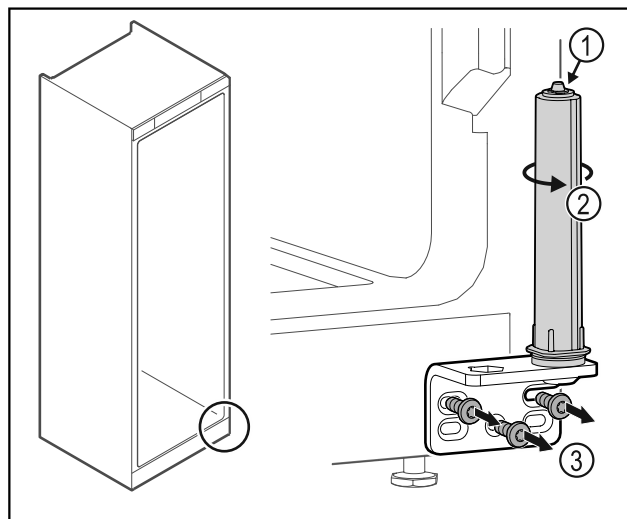

Fig. 38
- ▶ Du må ikke adskille dørlukkesystemet Fig. 38 (1).
- ▶ Drej lukkesystemet Fig. 38 (2), indtil det klikker.
- ▶ Skru hængselvinklen Fig. 38 (3) af.